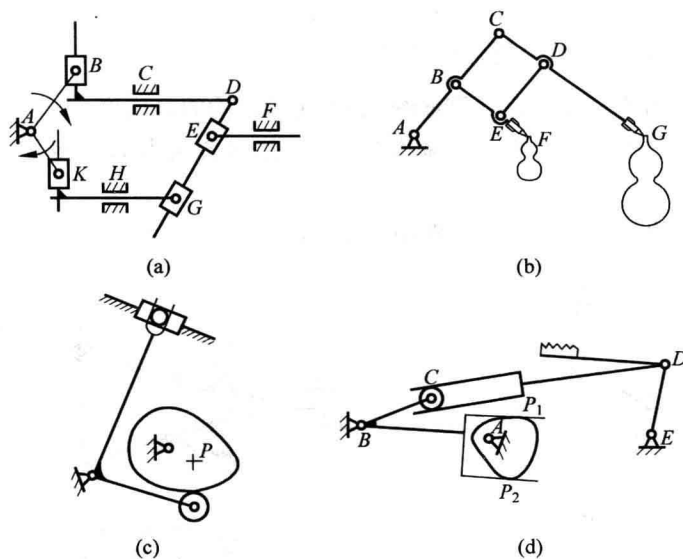

图 1.25 题 1.2.9 图
1.2.9 用自由度计算公式计算如图 1.25 所示机构的自由度。